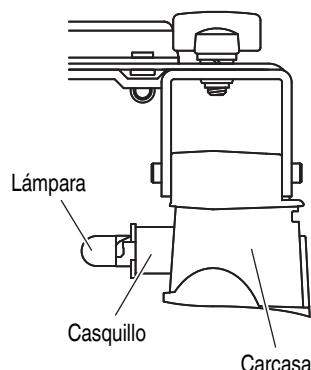

Fig. 20 <Vista superior>
- (3) Extraiga la lámpara del casquillo (Fig. 20).
- Cuando fije el casquillo a la carcasa, alinéelo con el orificio de ésta observando la parte posterior del casquillo como se muestra en la Fig. 20, e inserte el casquillo hasta que choque ligeramente contra dicha carcasa.